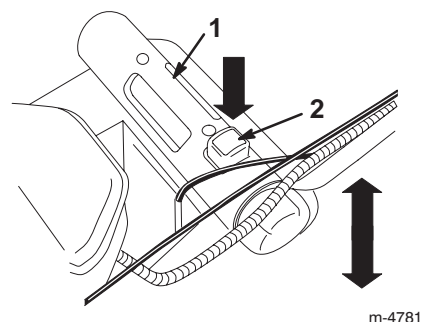

Figure 14
4. Appuyez sur le bouton rouge et déplacez la poignée de réglage de hauteur de coupe pour augmenter ou diminuer la hauteur de coupe (Fig. 14).